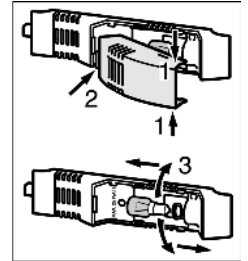

Fig. 18
- ▶ Ota lampun suojuksesta kiinni ylhäältä ja alhaalta Fig. 18 (1).
- ▶ Vapauta lampun suojus takaa lukituksesta ja irrota se Fig. 18 (2).
- ▶ Vaihda lamppu Fig. 18 (3).